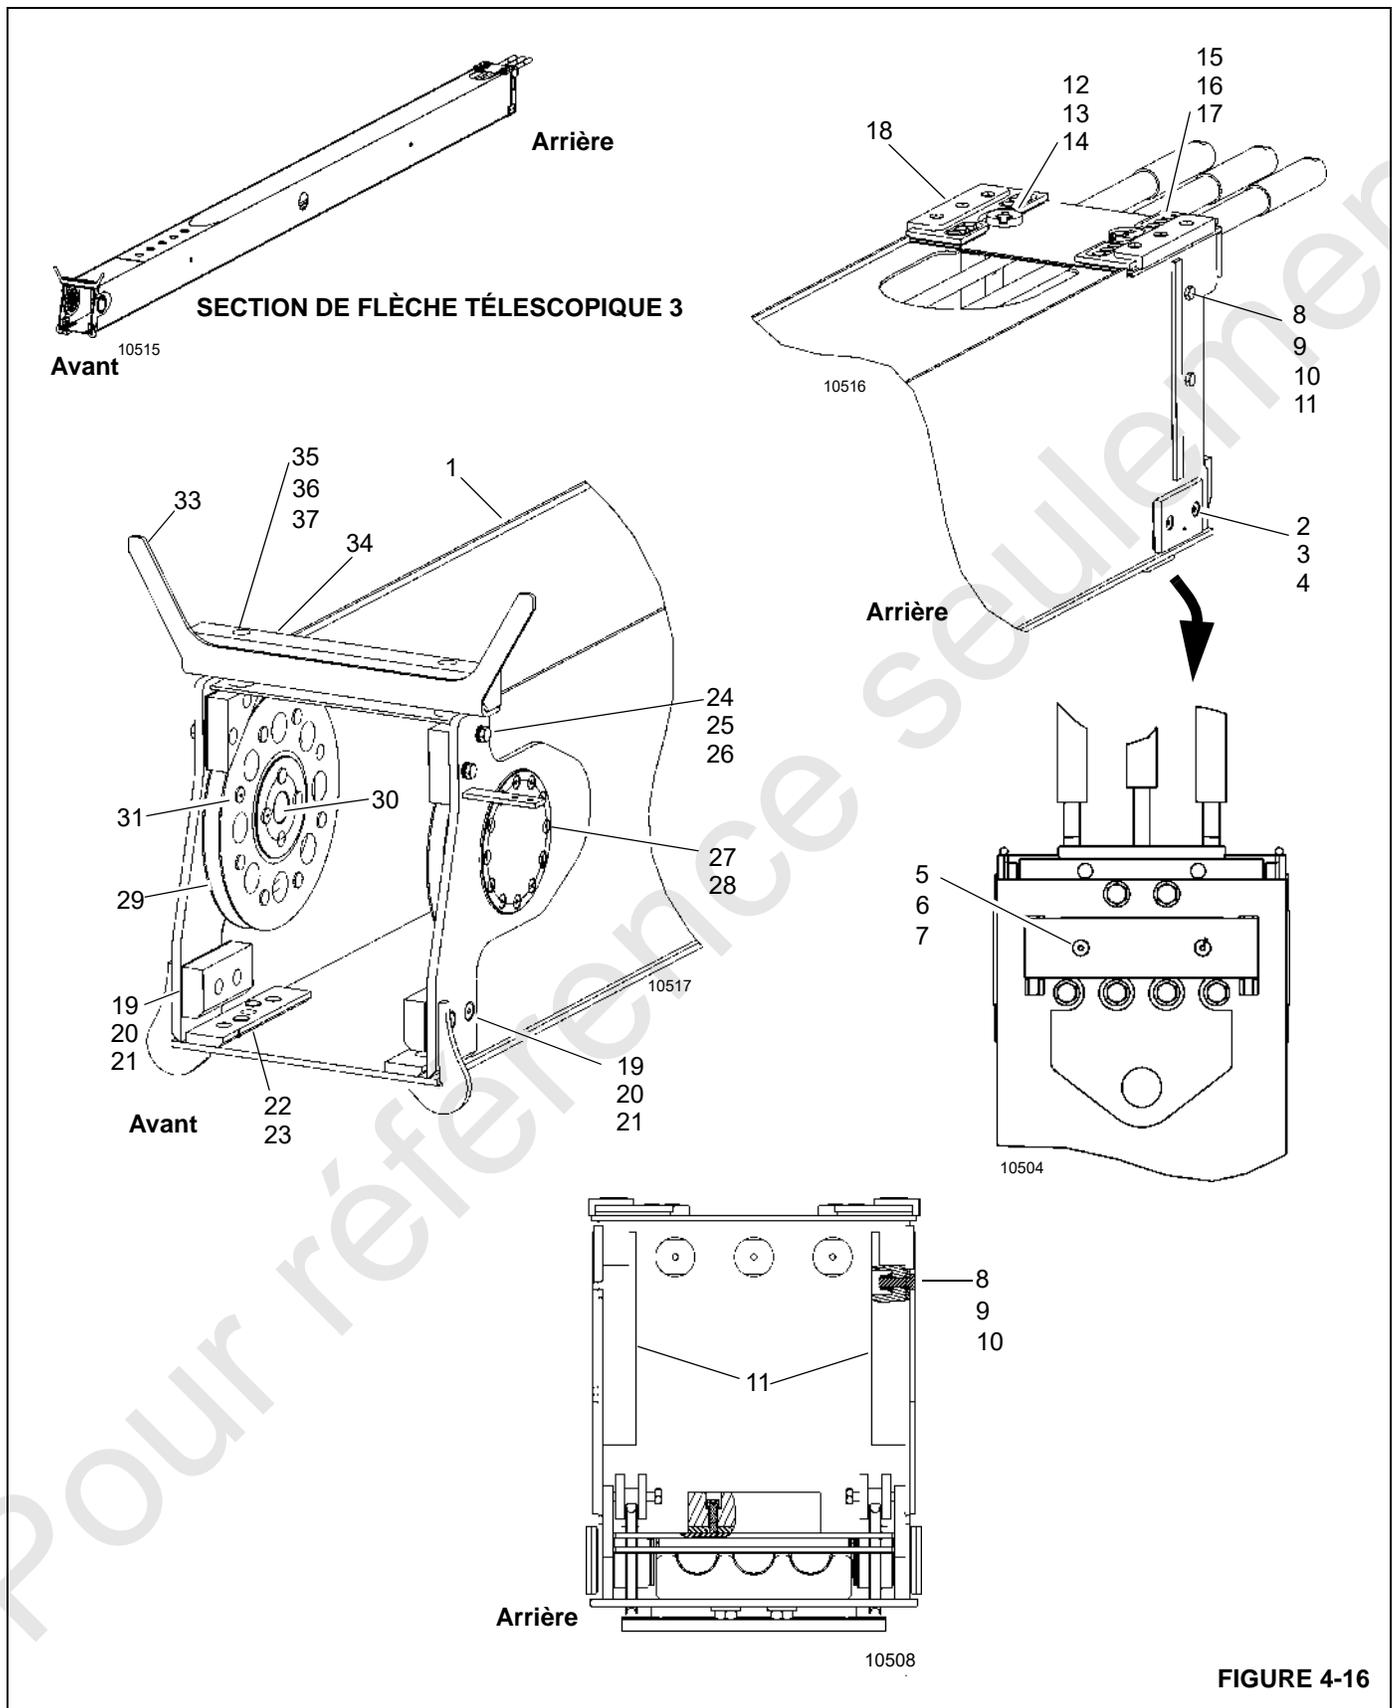
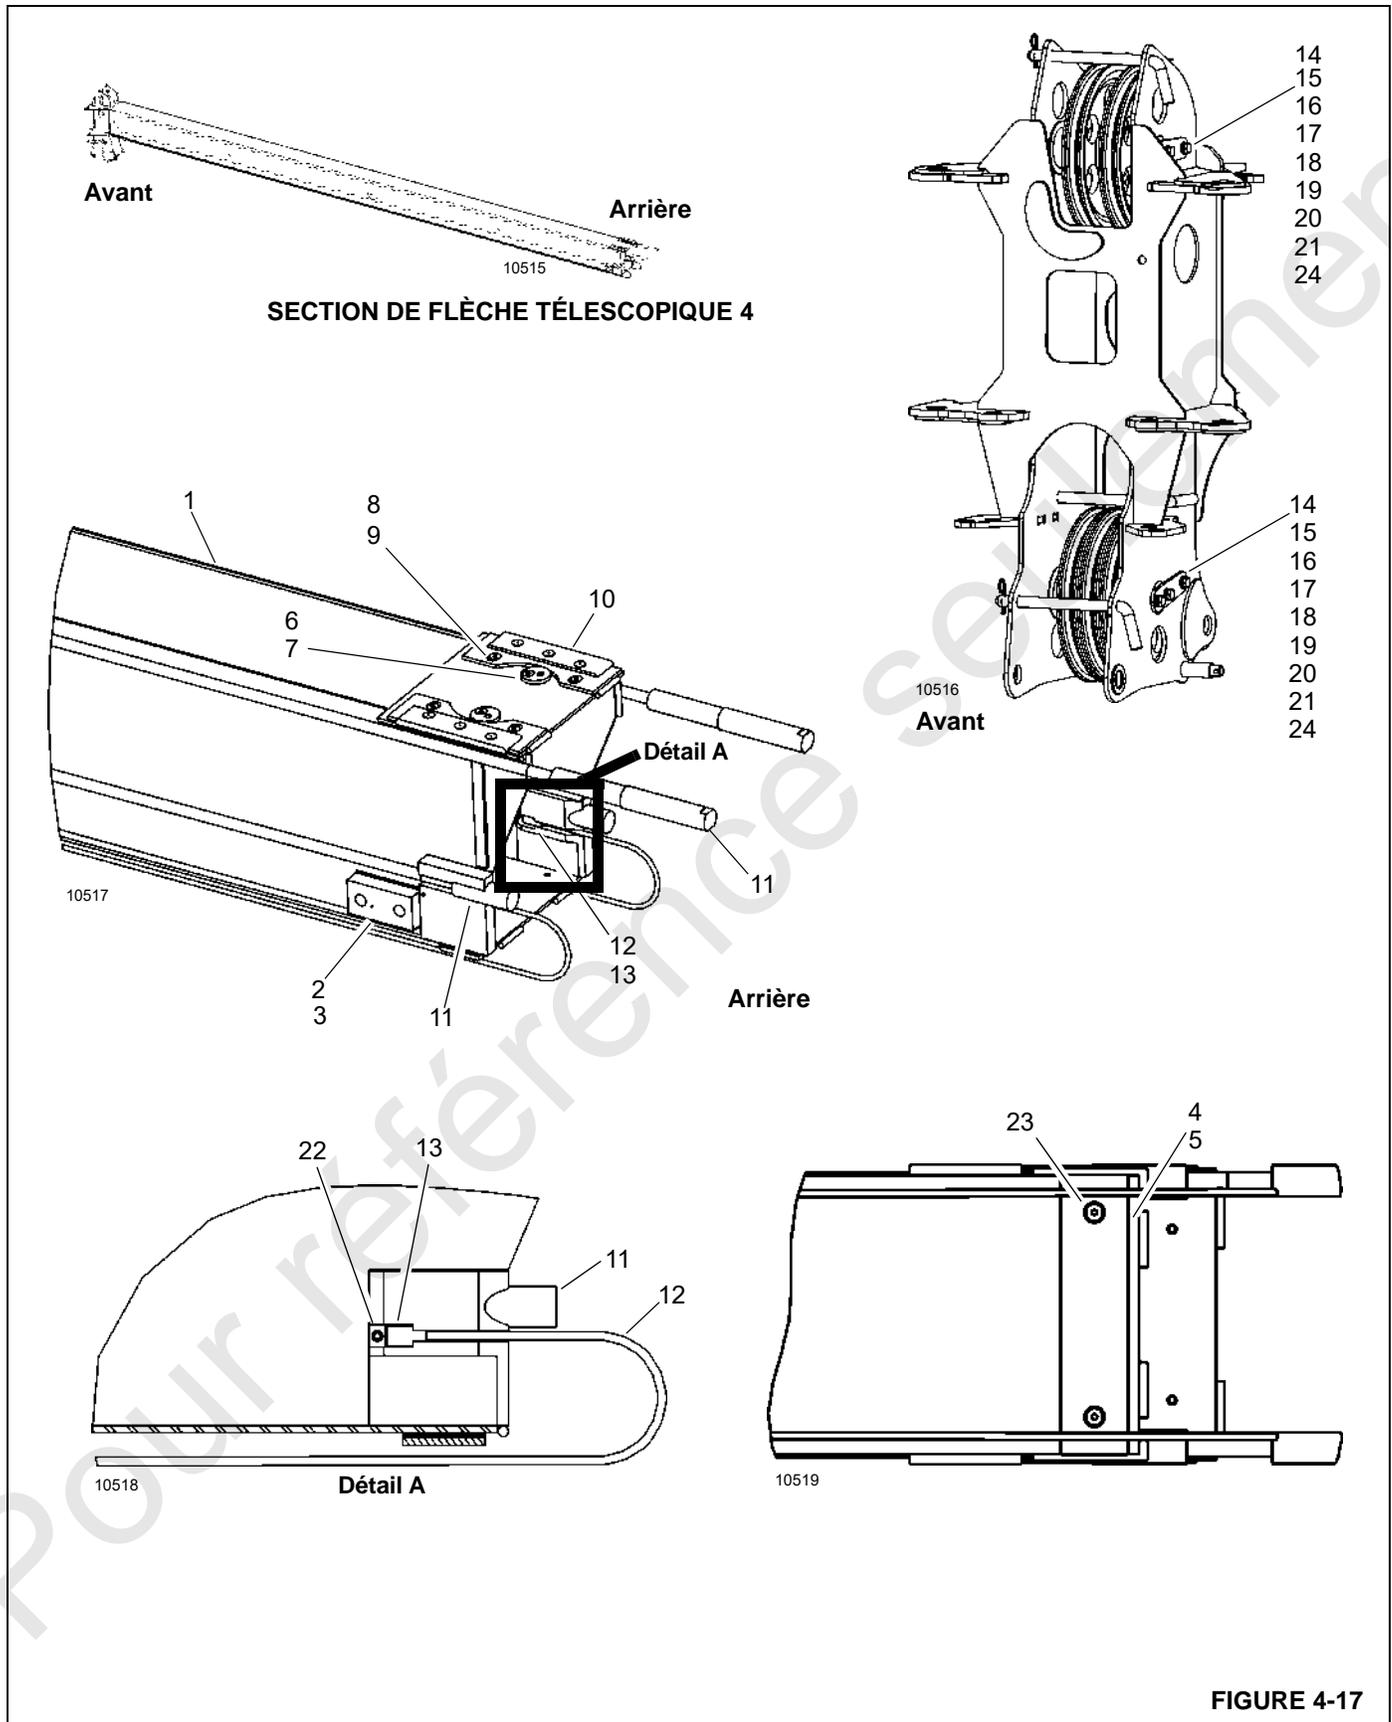

FIGURE 4-16
FIGURE 4-17
Appliquer la procédure suivante pour démonter et retirer la section de flèche télescopique 4 de la section de flèche télescopique 3 (1, Figure 4-16).
5. Retirer les boulons (15), les rondelles (16), les ensembles soudés de plaquette d'usure (17) et la plaquette d'usure (18) de la section de flèche télescopique 3 (1) si nécessaire.
6. Fixer une élingue ou une chaîne à la pointe de la section de flèche télescopique 4 (1, Figure 4-17) et tirer pour la faire sortir d'environ 1828 mm (6 pi).
7. Retirer et étiqueter les boulons latéraux (19, Figure 4-16), les cales (20) et les plaquettes d'usure (21) de la pointe de la section de flèche télescopique 3 (1).
8. Retirer et étiqueter les boulons (22) et les plaquettes d'usure inférieures (23) de la pointe de la section de flèche télescopique 3 (1).
9. Retirer et étiqueter les boulons (24), les cales (25) et les plaquettes d'usure (26) du dessus de la section de flèche télescopique 3 (1).
10. Retirer les boulons à tête creuse (27) des goupilles (28) des poulies d'extension 3/4/5 et retirer ces goupilles en même temps que les poulies d'extension 3/4/5 (29).
13. Au besoin, étiqueter et déposer les plaquettes d'usure (3, Figure 4-17) et les cales (2) de la partie arrière de la section de flèche télescopique 4.
14. Si nécessaire, étiqueter et déposer les boulons (23), les plaquettes d'usure (5) et les cales (4) de la partie arrière de la flèche télescopique 4.
Tableau 4-4 Liste des articles de la section de flèche télescopique 3 Figure 4-16
Tableau 4-4 Liste des articles de la section de flèche télescopique 3 Figure 4-16 (Suite)
Tableau 4-5 Liste des articles de la section de flèche télescopique 4 Figure 4-17
1. Monter puis installer les poulies (14, Figure 4-17) et les roulements (20) dans le boîtier de poulie du nez de la flèche.
quettes d'usure (23, Figure 4-16) et les boulons (22) dans la pointe inférieure de celle-ci. Abaisser la section de flèche télescopique 4 sur les plaquettes d'usure de la section de flèche télescopique 3.
1. Installer les goupilles (28) et les roulements (30) des poulies d'extension 3/4/5 dans les poulies d'extension 3/4/5 (29). Installer les bouchons d'usure (31) dans les trous de chaque côté des poulies d'extension. Enrouler les câbles d'extension 3/4/5 (11, Figure 4-17) autour des poulies d'extension 3/4/5 (29, Figure 4-16) et installer les poulies d'extension 3/4/5 dans la section de flèche télescopique 3. Installer les boulons de retenue (27) dans les goupilles (28) des poulies d'extension 3/4/5 et serrer.
2. Monter les plaquettes d'usure supérieures (26) avec les cales (25) et les boulons (24). Monter les plaquettes d'usure inférieures (21) avec les cales (20) et les boulons (19) sur la partie intérieure avant de la section de flèche télescopique 3.
3. Installer le guide-câble (33) avec la plaquette d'usure (34) et la boulonnerie connexe (35, 36 et 37) sur la partie supérieure avant de la section de flèche télescopique 3. Enfoncer la section de flèche télescopique 4 dans la section de flèche télescopique 3 jusqu'à ce que les plaquettes d'usure sur la base de la section de flèche télescopique 4 (10, Figure 4-17) soient accessibles par le trou d'accès situé à l'arrière de la section de flèche télescopique 3. Centrer la section de flèche télescopique 4 dans la section de flèche télescopique 3, puis régler les plaquettes d'usure supérieures conformément aux instructions d'étalonnage de cette section. Enfoncer entièrement la section de flèche télescopique 4 dans la section de flèche télescopique 3 en gardant les câbles d'extension 3/4/5 tendus et tracer une marque dans la pointe de la section de flèche télescopique 4 devant les plaquettes d'usure latérales de la section de flèche télescopique 3 pour l'ordre de rétraction (Figure 4-27).
5. Pousser les extrémités bouton des câbles de rétraction 5/4/3 (12, Figure 4-17) à travers les ouvertures de la base inférieure de la section de flèche télescopique 3 et étaler ces extrémités à l'extérieur, à l'arrière de cette section. Tirer les extrémités filetées du câble de rétraction 5/4/3 (12) vers la pointe de la flèche. Installer l'extrémité bouton des câbles de rétraction 5/4/3 (13, Figure 4-17) dans les plaques d'ancrage à la base inférieure de la section de flèche télescopique 4. Fixer avec des vis de réglage (22).
NOTE : Veiller à garder les câbles de rétraction 5/4/3 (12, Figure 4-17) tendus, sans les croiser et en évitant tout point de pincement créé par les élingues et les plaquettes inférieures.
4. Assembler les retenues (18) des câbles de rétraction 5/4/3 (12, Figure 4-17) sur ces derniers. Poser deux écrous juste au-delà des méplats aux extrémités filetées des câbles de rétraction et assembler au niveau de la pointe inférieure de la section de flèche télescopique 2.